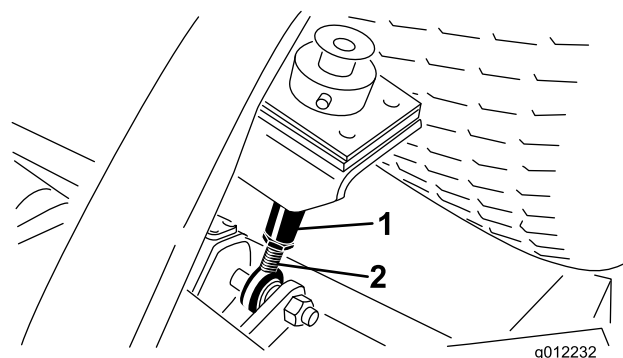

図 17
6. 刈高ロッドの下部についているジャムナットをゆるめる(図 17)。